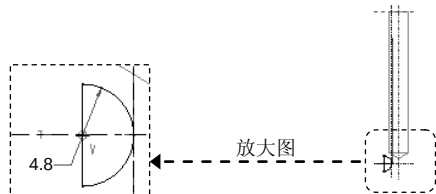
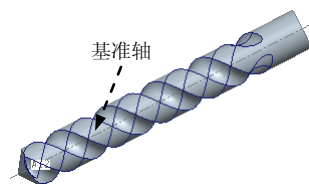
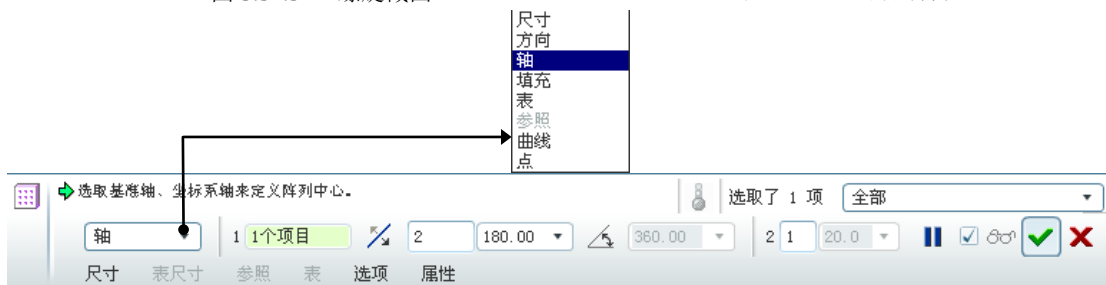

图 5.37.3 螺旋截面
图 5.37.4 阵列特征
图 5.37.5 阵列操控板
(4) 在系统  的提示下, 输入螺旋节距值 30。
(5) 创建图 5.37.3 所示的螺旋截面, 绘制完成后, 在草绘工具栏中单击  按钮; 然后选择 **Okay (确定)** 命令, 接受系统默认的方向。
(6) 完成切削螺旋扫描特征。单击螺旋扫描特征属性对话框下部的  按钮, 预览所创建的切削螺旋扫描特征; 单击  按钮, 完成特征的创建。
Step3. 创建图 5.37.4 所示的阵列特征, 相关操作如下:
(1) 在模型树中单击  特征, 再右击, 选择 **阵列...** 命令。
(2) 选取阵列中心轴和阵列数目。在图 5.37.5 所示的操控板的阵列类型下拉列表框中选择 **轴** 选项, 再选取图 5.37.4 所示的基准轴。在操控板中的阵列数量文本框中输入数量值 2, 在增量文本框中输入角度增量值 180.0, 单击“完成”按钮 。